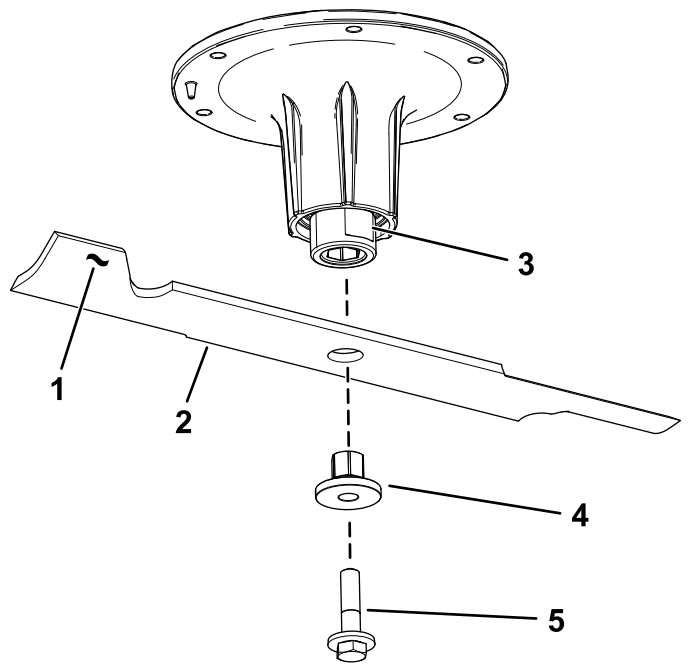

Figura 78
2. Retire el perno de la cuchilla, el buje y la cuchilla del eje (Figura 78).